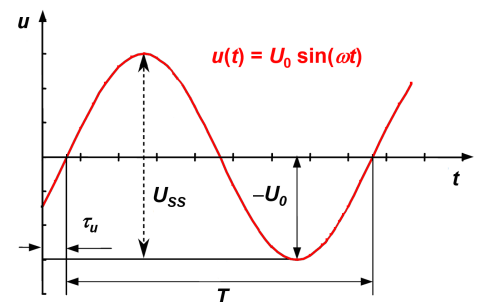

Abbildung 5: Sinusförmige Wechselspannung
- Bestimmen Sie für eine beliebige Einstellung des Funktionsgenerators die Merkmale der Wechselspannung (Abb. 5) mit dem Oszilloskop. Messen Sie die Spitzen-Spitzen-Spannung  $U_{SS}$ , die Amplitude  $U_0$  und die Frequenz  $f = 1/T$ . Stimmen die Werte mit den Skalenwerten des Funktionsgenerators überein? Wie groß ist  $\tau_u$ ?
Stellen Sie zunächst in der Schaltung nach Abb. 5 beide Wechselspannungen etwa gleich groß auf dem Schirm dar und schalten Sie dann auf x-y-Betrieb. Verändern Sie die Frequenz des Funktionsgenerators.